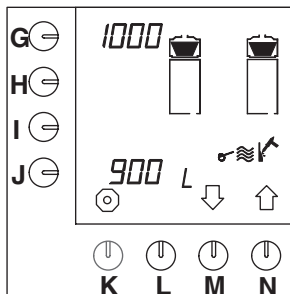

Fig. 18 Compteur (préventif) pour le détartrage du système de filtration
- Le compteur (préventif) pour le détartrage s'affiche sur l'écran de contrôle (fig.18).
- Sur l'écran de contrôle (fig.18), à côté de la touche de programmation (G.) s'affiche le nombre de litres de café, entre chaque détartrage, avant qu'apparaisse l'indication de demande de détartrage.